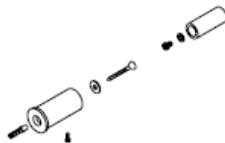

Fig 1
d'une salle de bain est strictement interdite). La figure 1 ci-après est donnée à titre informatif uniquement: nous vous suggérons de contacter un électricien professionnel pour toute aide.
- 4 supports de suspension du radiateur sèche-serviettes (Fig. 1).